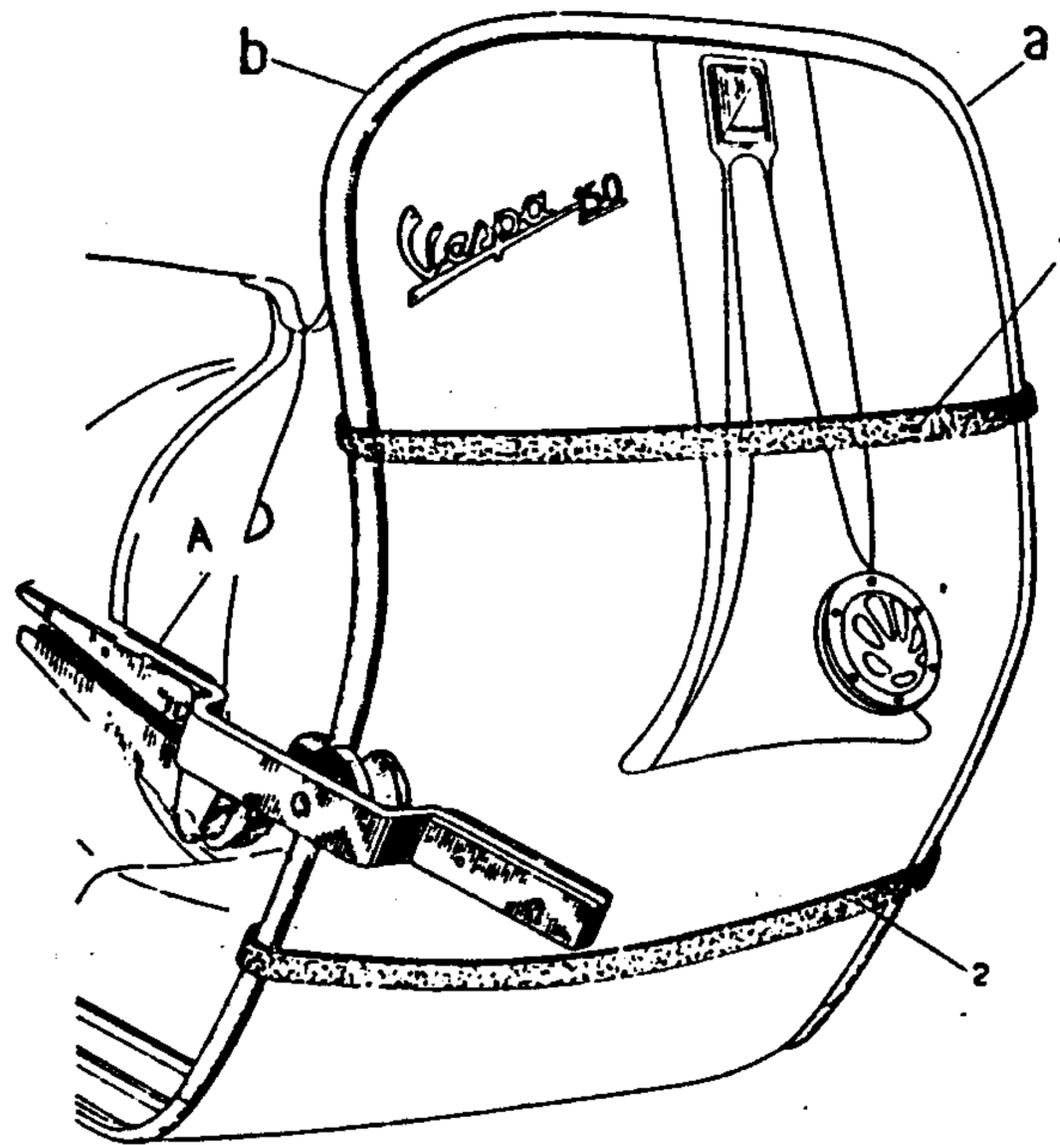

Fig. 55
- Serrare con forza il bordo mediante striscie o cinghie, come illustrato in fig. 55.
- Con l'attrezzo T. 0023590, iniziare la rullatura della zona superiore dello sterzo, partendo da « a » fino a « b » (ved. figura). Togliere quindi la legatura (1). Proseguire la rullatura dalle due parti fino alla legatura (2).
- Togliere la legatura (2) e completare la rullatura. Qualora si presentasse lungo il bordo delle piccole grinze o una non perfetta aderenza allo scudo in qualche punto, agire su tali zone con martello di gomma e passare nuovamente l'attrezzo T. 0023590.